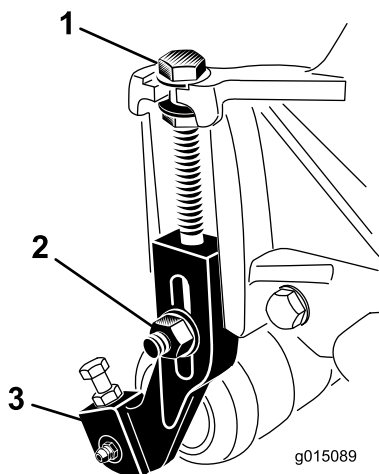

Figura 17
1. Desaperte as porcas de bloqueio que fixam os suportes da altura de corte às placas laterais da unidade de corte (Figura 17).